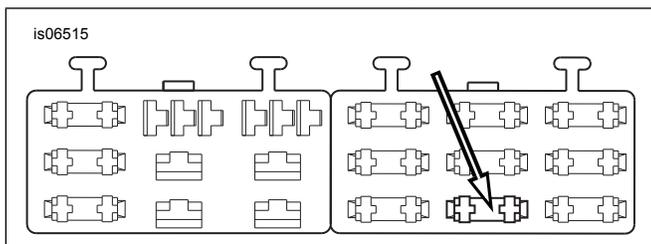

Figura 8. Cavità "OPEN" del pannello fusibili (Dyna 2004 e anni successivi)
4. Vedere Figura 8. Individuare la cavità del fusibile (1) indicata con "OPEN" sul coperchio del pannello fusibili di destra. Inserire il terminale nel filo arancione/bianco dell'adattatore finché non si arresti. Esaminare un terminale installato in fabbrica attiguo per fare il confronto e controllare orientamento e profondità di inserimento.